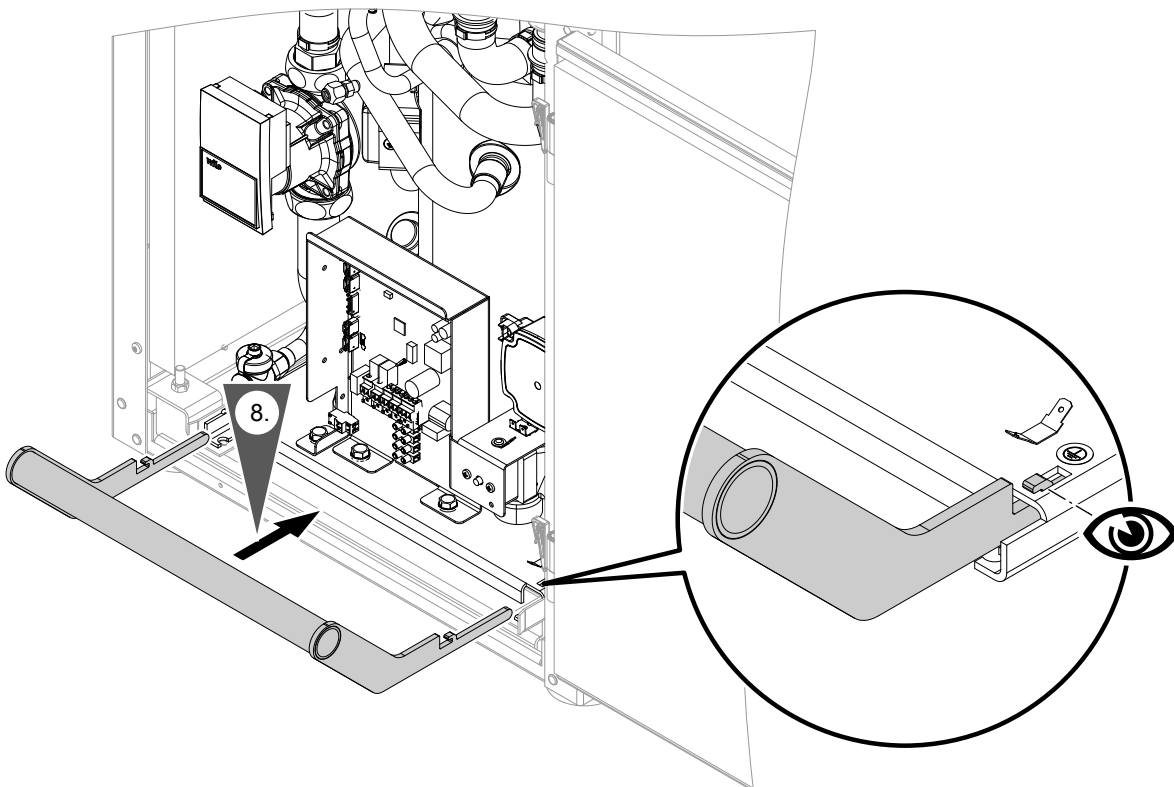

Abb. 8
1. Beide Bügel der Tragehilfe am Wärmepumpenmodul vorn und hinten einstecken: Siehe Abb. 8 auf Seite 17.